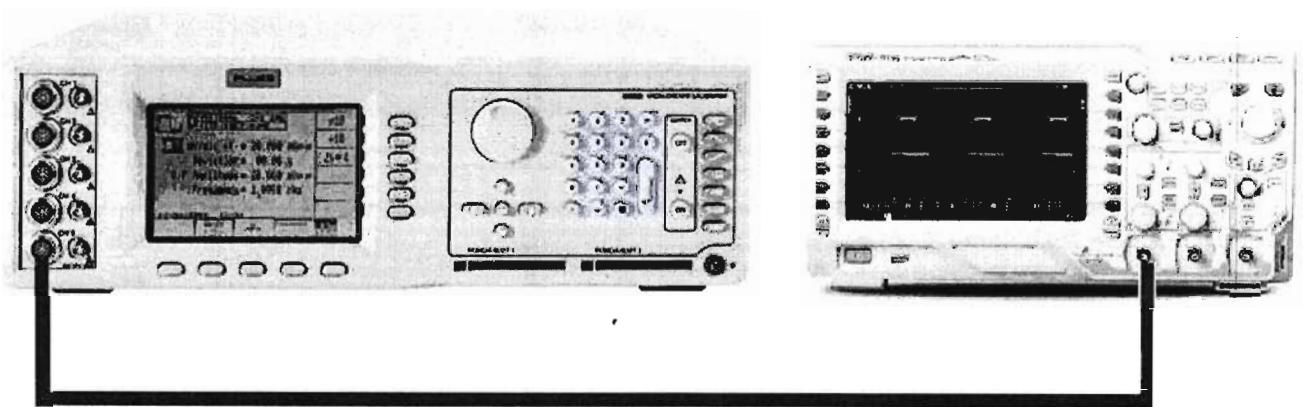

Рис. 1
1. Собрать схему поверки, приведенную на рис. 1. Использовать 1 канал осциллографа. Не используемые каналы должны быть отключены.
- Собрать схему поверки, приведенную на рис. 1. Использовать 1 канал осциллографа. Не используемые каналы должны быть отключены.
5. Установить на осциллографе величину коэффициента развертки 10 (1) мс/дел и наблюдать в строке «Частота» окна параметров измерений измеренное значение частоты нулевых биений.